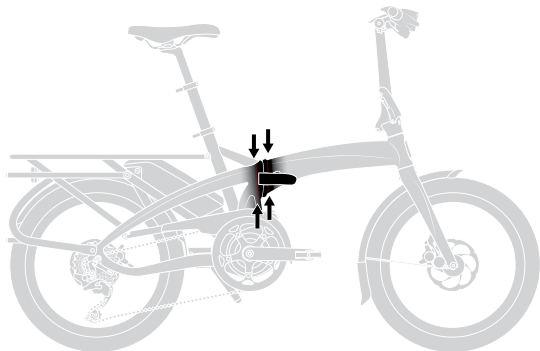

fig. 15
- Vérifiez que le cadre, en particulier la zone autour de tous les joints et charnières des tubes (fig. 15), le guidon, la potence et la tige de selle ne présentent pas de rayures profondes, de fissures ou de décoloration. Ce sont des signes de fatigue causés par les contraintes et ils indiquent qu'une pièce doit être remplacée.